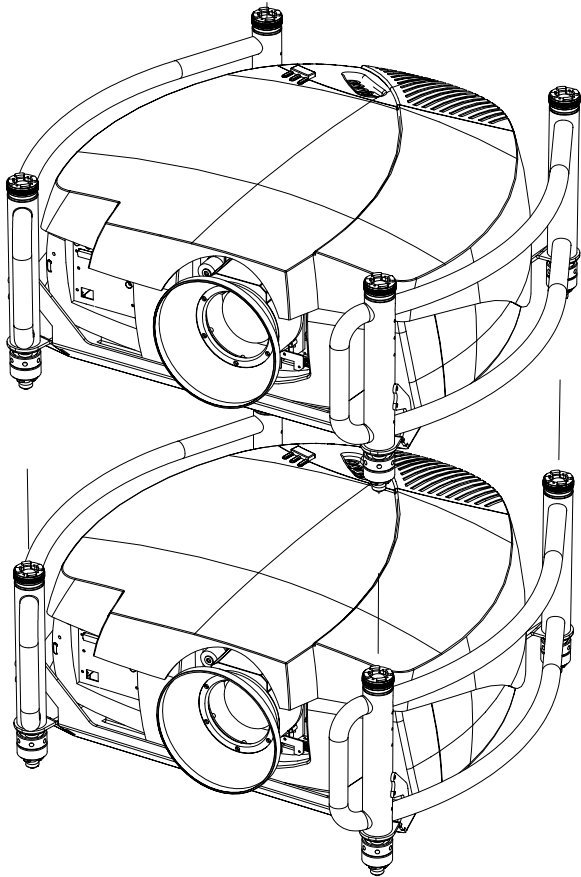

Abbildung 2-7
1. Stellen Sie den zweiten Projektor auf den ersten, sodass die Grundplatte des zweiten Projektors im Montagesockel des ersten Projektors sitzt. (Abbildung 2-7)